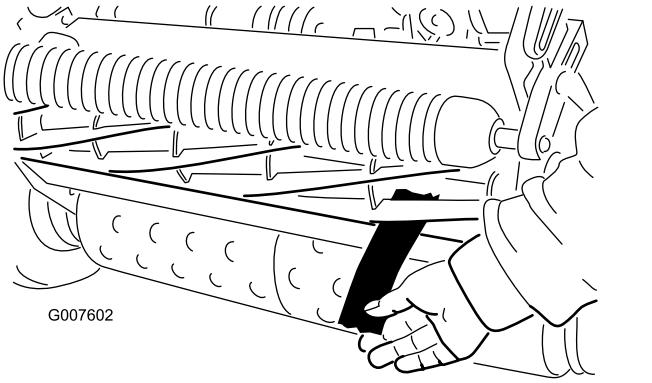

Bild 48
12. Testen Sie die Schnittleistung, indem Sie einen langen Streifen des Schnittleistungspapiers senkrecht zum Untermesser zwischen die Spindel und das Untermesser legen (**Bild 48**). Drehen Sie die Spindel langsam vorwärts; das Papier sollte geschnitten werden.